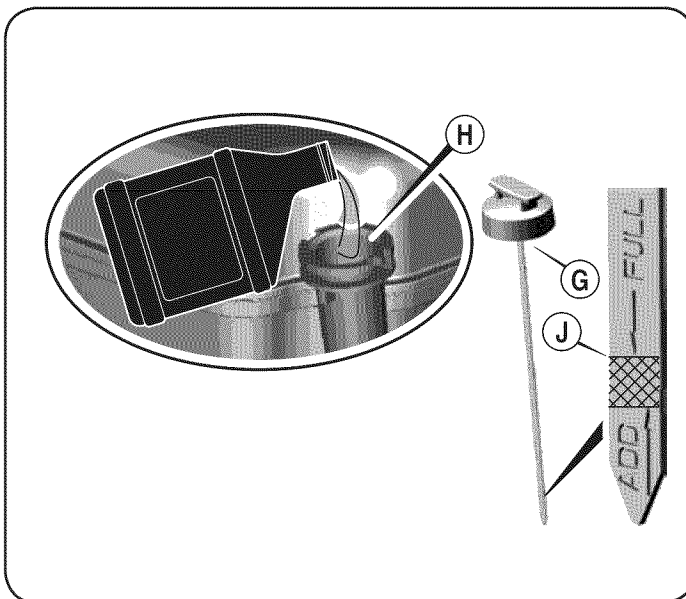

Figura 14
2. Quite la tapa del depósito de aceite/varilla medidora del nivel de aceite (G) y límpiela. Vea la Figura 14.
4. Si el nivel de aceite está cerca o por debajo de la marca de límite bajo de la varilla medidora del nivel de aceite, quite la tapa del depósito de aceite/varilla medidora del nivel de aceite y llénelo con el aceite recomendado (H) hasta la marca de límite superior (J). No llene de más.